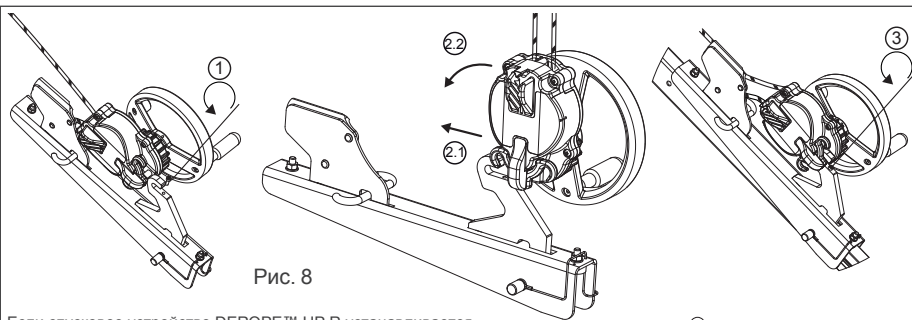

Рис. 8
### 6.3.4 Спусковое устройство DEROPE™ UP R (Рис. 8, 9 и 10)
Спусковое устройство DEROPE™ UP R должно крепиться к опоре треноги Tractel® TRACPODE™ как на Рис.8. Строго запрещено крепление к любой другой точке или другим способом на треноге Tractel® TRACPODE™.
2. Установите спусковое устройство на захват (Рис. 8, 2.1 – 2.2).
3. Завинтите болт для предотвращения отделения устройства от кронштейна (Рис. 8, 3) и проверьте правильность установки и надежность закрепления.